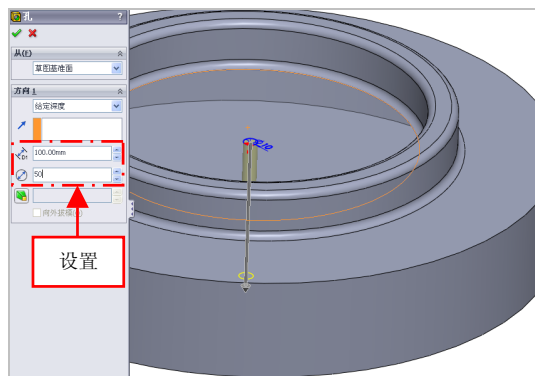

图 5-66 设置参数值
(4) 在【孔】属性管理器的【方向 1】选项区中, 设置【深度】为 100、【孔直径】为 50, 如图 5-66 所示。